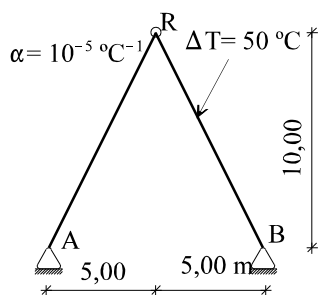

Figura 10
10) El pórtico triarticulado de la figura 10 sufre sólo en la barra RB el incremento de temperatura mostrado. Calcular los movimientos de su rótula R.